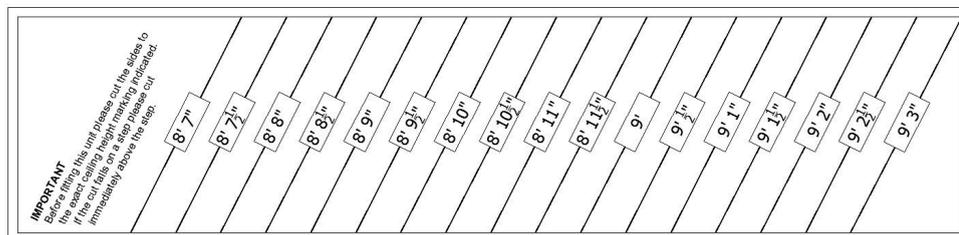

Abb. 1.
- Bitte beachten Sie die Messkurve an der Seite der Leiter Ihrer elektrischen Skylark Bodentreppe (siehe Abb. 1). Diese gibt die minimale und maximale Höhe an, die Ihre elektrische Skylark Bodentreppe erreicht. Falls Ihre Leiter nach Großbritannien geliefert wird, befindet sich diese Grafik nicht auf Ihrer Leiter und ist bereits vorgeschritten.